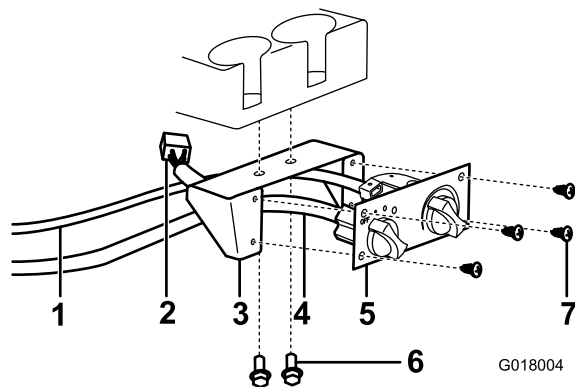

Figure 23
- Fixez le support de commande de chauffage au tableau de bord sous les porte-gobelets à l'aide de 2 boulons à embase et écrous (Figure 23).
- Reliez le câble de commande de chauffage et le connecteur de faisceau de câblage noir à la commande de chauffage, et le connecteur de faisceau blanc au chauffage (Figure 23).
7. Fixez la commande de chauffage à son support avec 4 vis à tête (Figure 23).